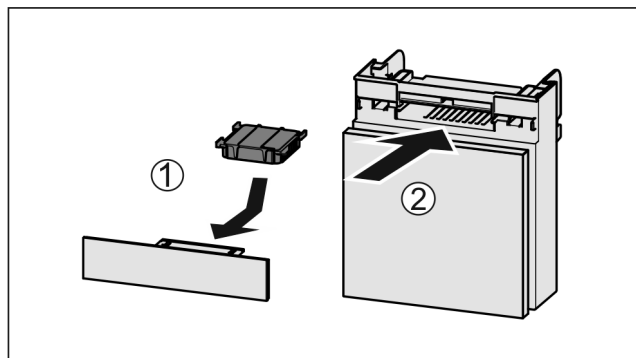

Fig. 161
- ▶ Aktivkohlefilter nach Abbildung einsetzen Fig. 161 (1).
- ▶ Fach einschieben Fig. 161 (2).